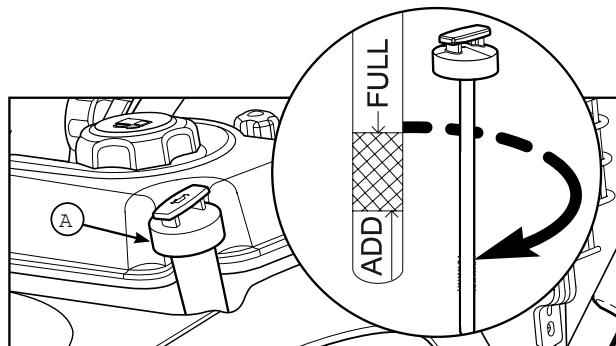

Рис. 3
- Выньте крышку маслоналивной горловины/ масляной щуп (A, рис. 3) и вытрите ее/его чистой тряпкой.